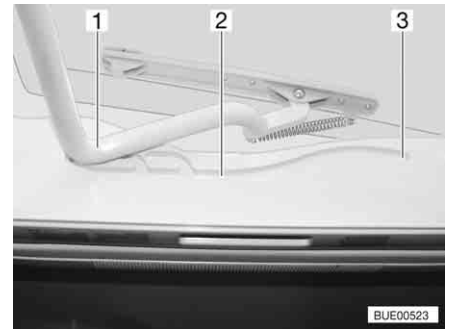

Bild 117 Heki-taklucka, spår
- Dra in bygelns (Bild 117,1) i spåret (Bild 117,2) till den bakre positionen (Bild 117,3).
- Tryck bygelns (Bild 117,1) lätt uppåt med båda händerna.
- Drag bygelns till önskad position i spåret (Bild 117,2).